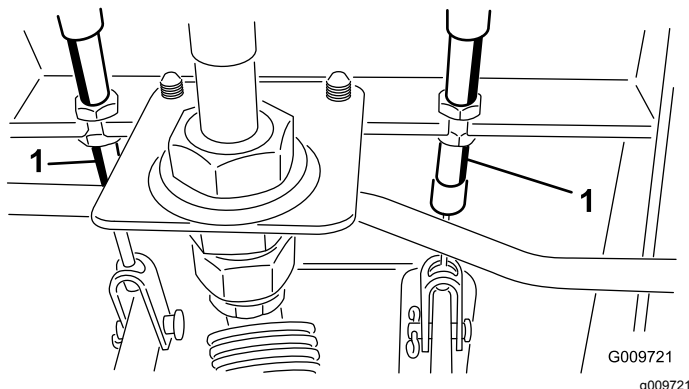

Figura 66
- A. Afloje la tuerca delantera del extremo roscado del cable de freno (Figura 66).